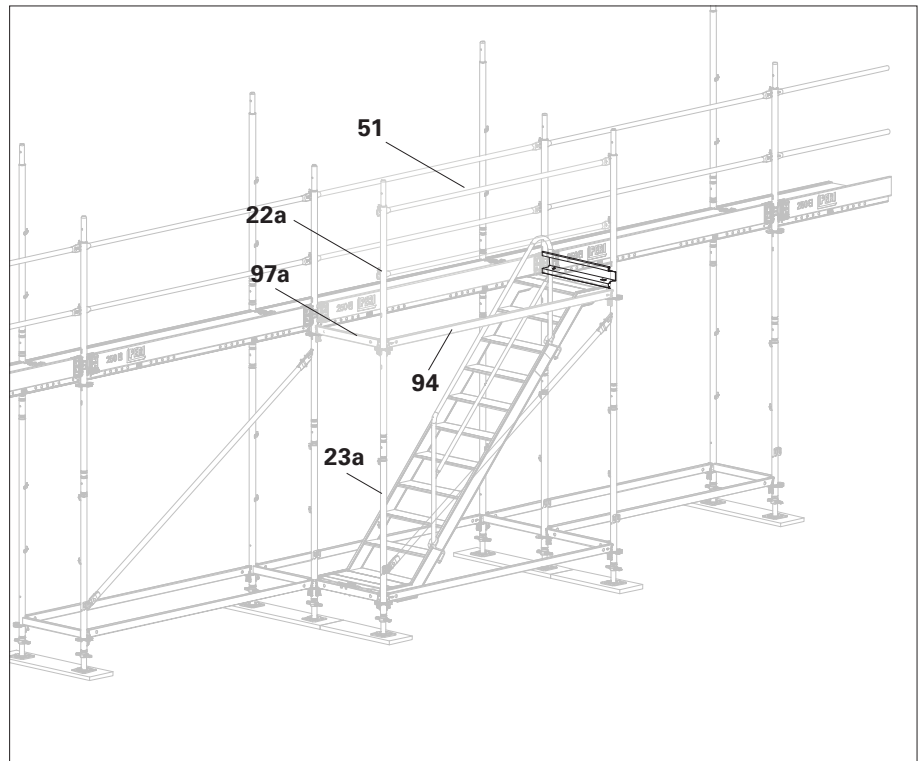

Bild B7.04 **OBS! Gavelsparklister ska monteras på trappans kortsidor.**
6. Haka fast stolpräcke EPG (51) i den andra Easy-spiran (22a) och montera dem tillsammans på Easy-grundspiran (23a).
8. Koppla ihop Easy-spira med horisontalbalk UH Plus (94). Slå fast kilar.
- Första trappnivå har monterats. (Bild B7.04)